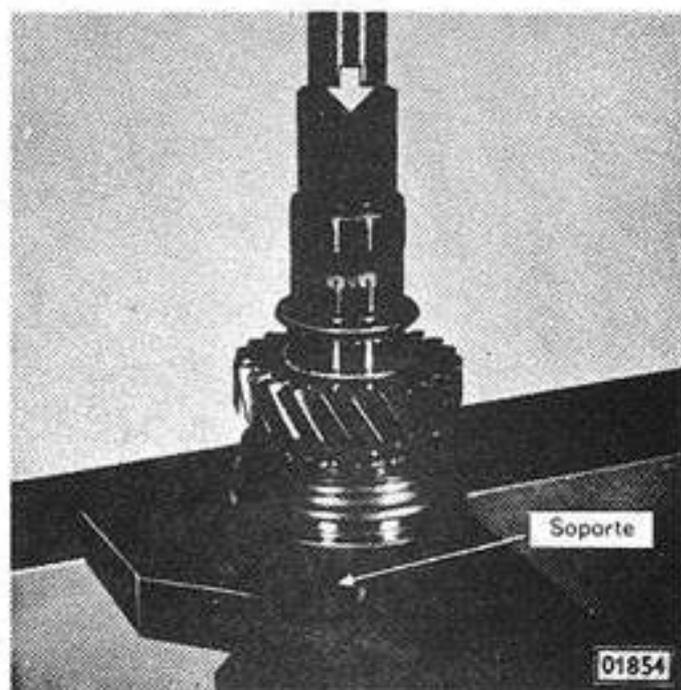

Fig. 23 — Instalación del cubo de sincronización de 3ra. y 4ta.
6. Colocar el cubo de sincronización de 3ra. y 4ta. ya armado, con la ranura de la horquilla selectora apuntando hacia el muñón del eje principal (Fig. 23).